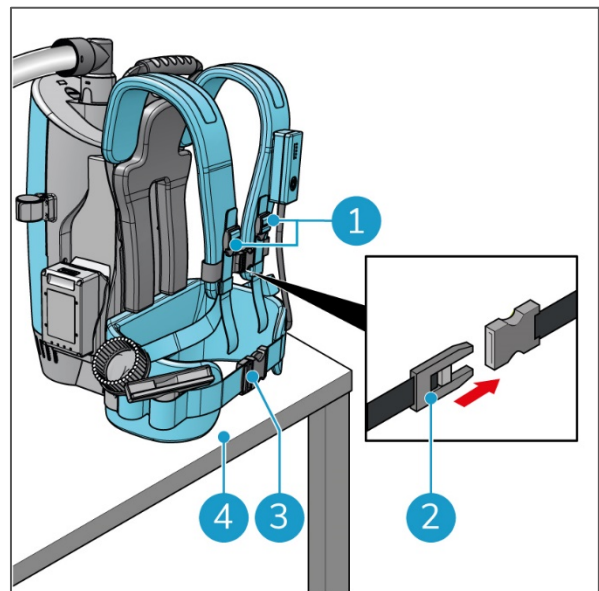

Figure 14
1. Posez l'i-move 2.5B sur une table ou un endroit similaire (Figure 14, pos. 4).
2. Ouvrez la ceinture (Figure 14, pos 3).
3. Desserrez la boucle située à l'avant (Figure 14, pos. 2).
4. Desserrez les 2 boucles (Figure 14, pos. 1).
6. Posez l'i-move 2.5B sur une table ou un endroit similaire (Figure 14, pos. 4).